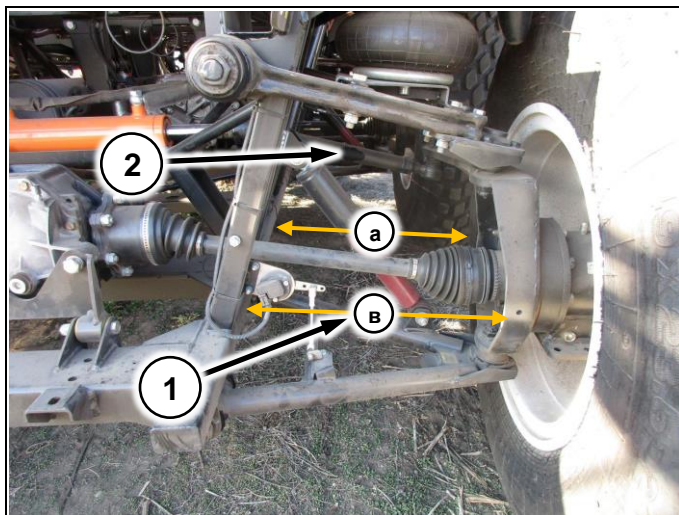

Рис. 65
2. Замерьте расстояние от нижнего профиля рамы до края редуктора, как показано на рисунке (а и в) (Рис. 65/1)
3. Вращая рулевую тягу (Рис. 65/2) добейтесь одинакового положения редуктора относительно рамы ($a=b$)